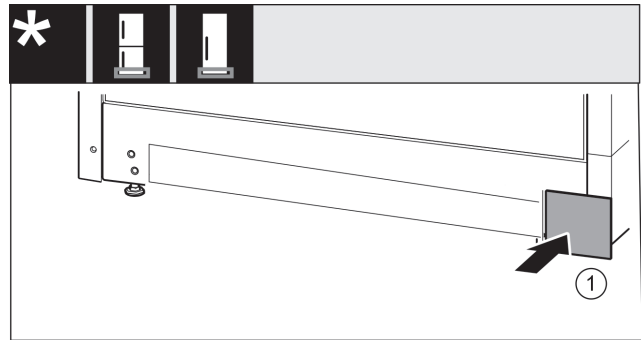

Fig. 27*
- ▶ Așezați apărătoarea din nou pe cealaltă parte.* Fig. 27 (1)